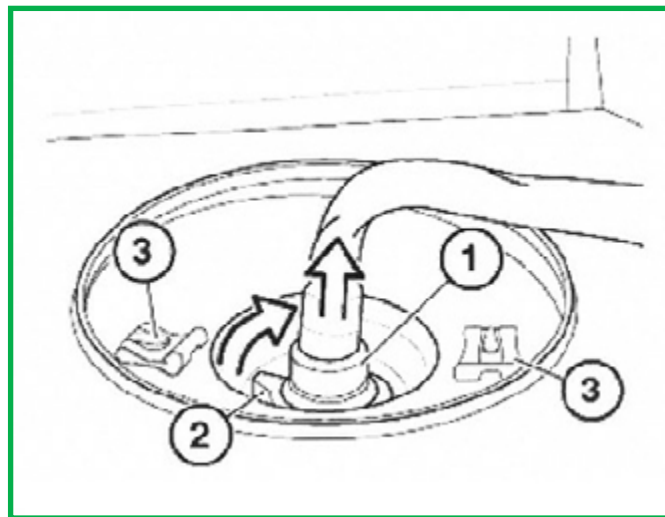

FIGURA 4
6. Desconecte la parte superior de la balona neumática presionando el acoplamiento rápido (1) hacia abajo, juntando el anillo de retención (2) y desconectando el tubo de aire. Retire los clips de retención (3). (Figura 4)